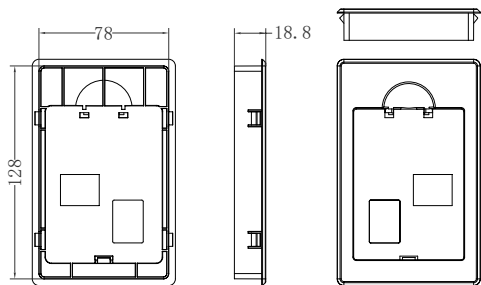

图 8-1 外引安装底座尺寸
- 外引安装底座操作面板外引安装底座为选配件，如有需要，请另外订货。安装底座尺寸如图 8-1 所示，单位为 mm。